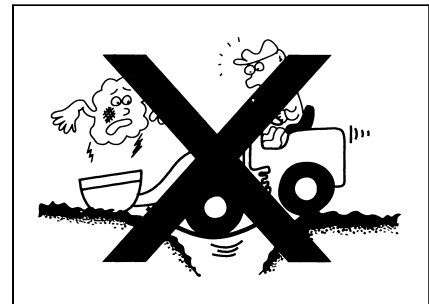

Рис. 1-51
- При работе и движении в плохой окружающей среде надо обращать внимание на безопасность. Отдельная работа в опасном месте не допускается. Следует проводить предварительное обследование состояния дороги, прочности моста, рельефа и геологического состояния рабочего места(рис. 1-51). .